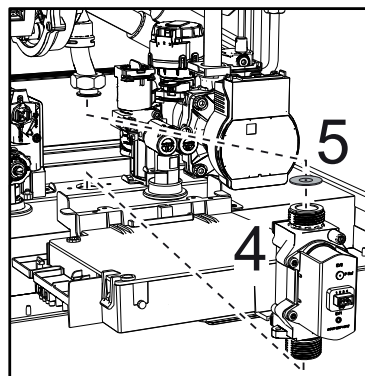

fig. 68 -
- Estrarre la valvola a gas "4" e il diaframma gas "5" ("fig. 68 -").